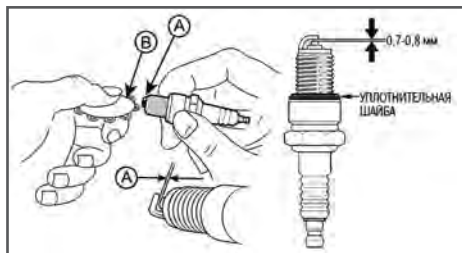

Рис. 27 Проверка межэлектродного зазора
- Измерьте зазор А между электродами свечи зажигания специальным щупом В. Зазор должен быть 0,7-0,8 мм (Рис. 27). При увеличении или уменьшении требуемого зазора, рекомендуется заменить свечу, так как регулировка зазора может привести к изменению качества искрообразования.